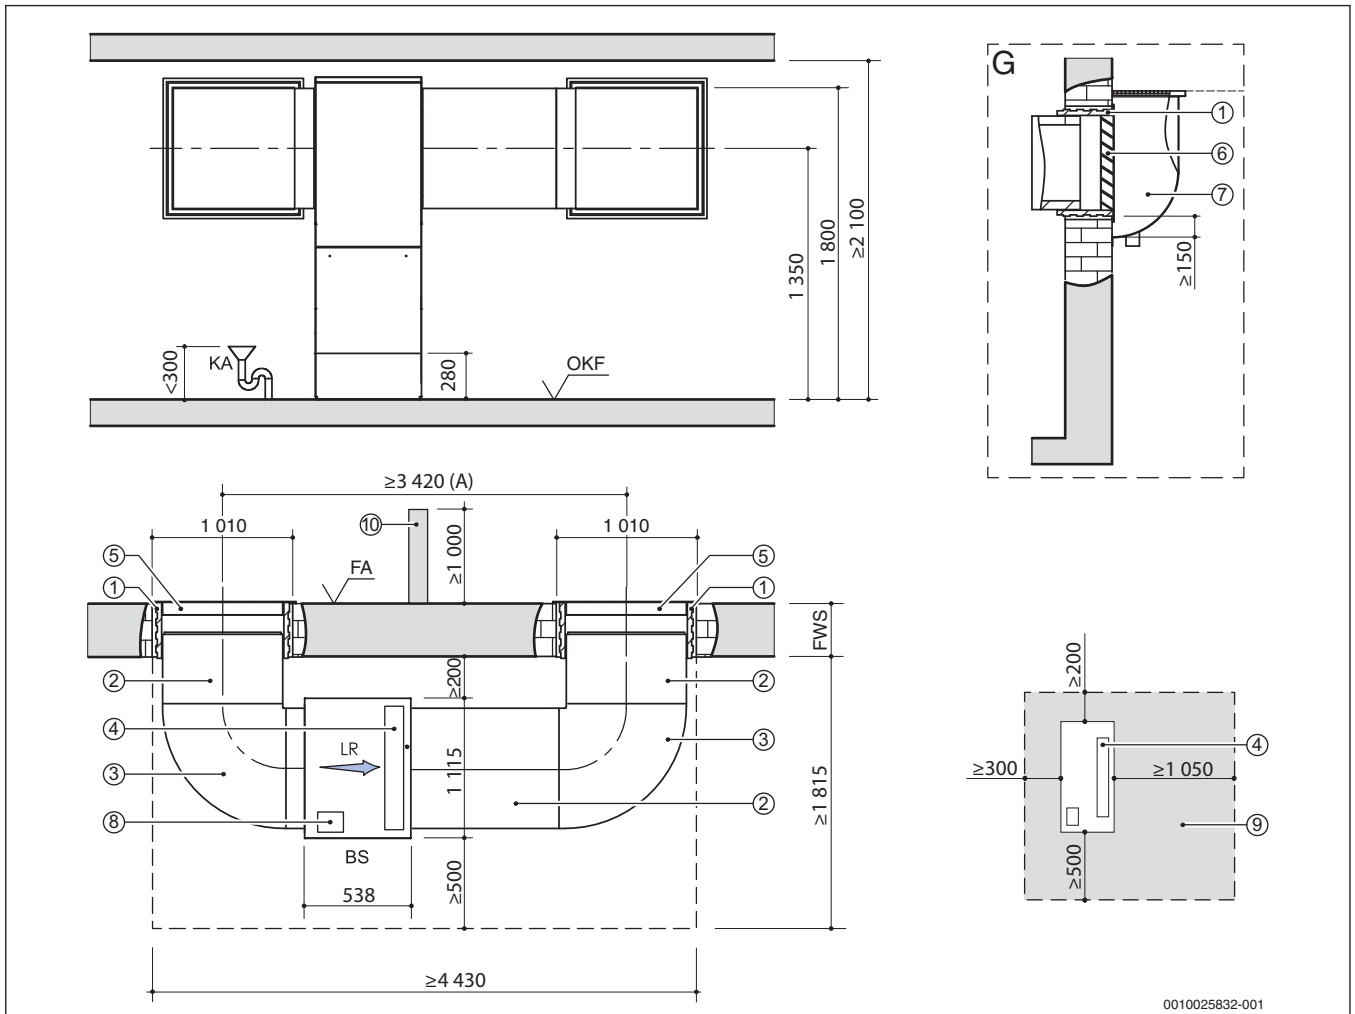

Bild 15 Aufstellplan (beispielhaft) für WLW196i-11/14 IR mit Luftkanalsystem 900 (alle Maße in mm)
- Im Aufstellraum muss ein Kondensatablauf vorhanden sein. Die Höhe des Anschlusses ist in den Aufstellplänen eingetragen (→ Bild 14, Seite 8 und Bild 15, Seite 9).
- Kann aus baulichen Gründen die Luftführung nur an einer Gebäudeseite erfolgen, muss ein Luftkurzschluss verhindert werden. Dies kann über eine Trennwand (→ Bild 15 [10], Seite 9) oder durch einen ausreichenden Abstand zwischen den beiden Öffnungen erreicht werden.
- 1350 mm für Wärmepumpen mit 11/14 kW (→ Bild 15, Seite 9)
Legende für Bild 14 + Bild 15: